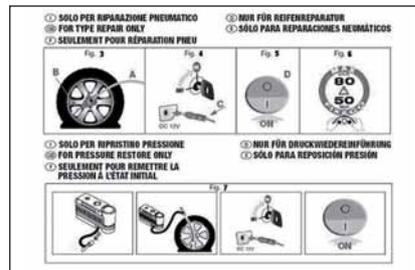

fig. 12
- un opúsculo (véase **fig. 12**), con las instrucciones para emplear correctamente el kit de luego, deberá entregar al personal que reparará el neumático tratado con el kit de reparación rápida